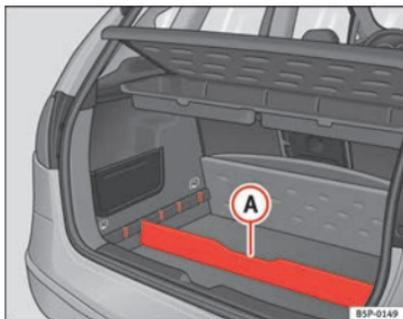

Fig. 106 Separador do piso do porta-bagagens
- Coloque o separador (A) ⇒ Fig. 106 nas ranhuras laterais, consoante o tamanho dos objectos a transportar. Debaxo do porta-objects encontram-se as ferramentas de bordo e o pneu suplente.